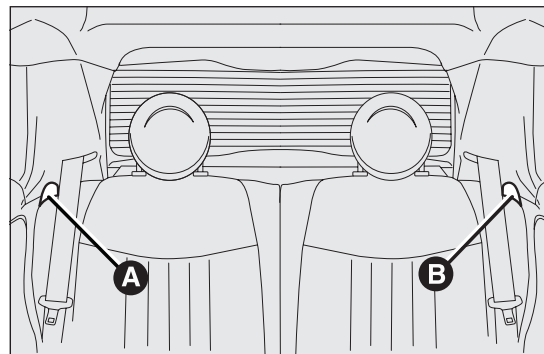

fig. 58
- agire sulle levette A fig. 58 o B per sbloccare rispettivamente la porzione sinistra o destra dello schienale e accompagnare lo schienale sul cuscino.
- agire sulle levette A fig. 58 e B per sbloccare gli schienali e accompagnarli sul cuscino.